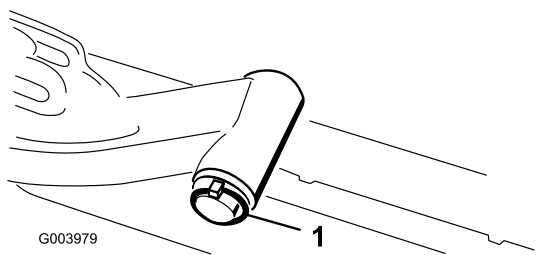

**Figura 17**
11. Para bloquear (inmovilizar) la dirección de las unidades de corte, sujete la horquilla de pivote al bastidor de tiro con el pasador de alambre (Figura 17).